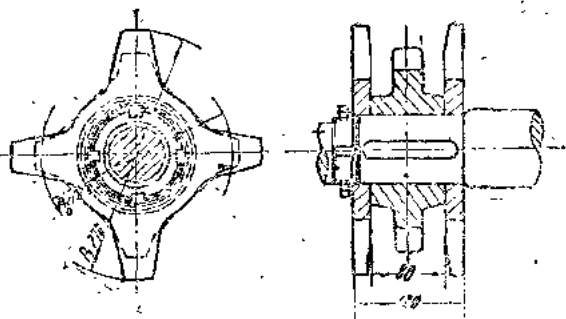

图6 链轮护板
5. 应装设牙轮护板。目前有很多机头链轮缺乏护板（图6），因而在链轮与链条咬合时，稍有跳动或嵌入杆石，就发生跳牙落链事故。装上护板之后就可避免或减少这种事故。